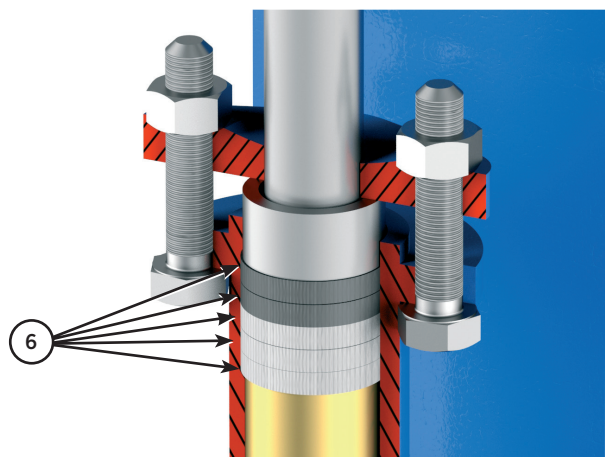

Fig. 21
Le bourrage (6) standard de **CMO Valves** est constitué de plusieurs lignes ou couches de matériau de bourrage qui assurent l'étanchéité entre les axes et le corps, empêchant toute fuite dans l'atmosphère, en scellant et en comprimant le bourrage au moyen de douilles et de brides serrées de boulonnerie, comme illustré dans la fig. 21.